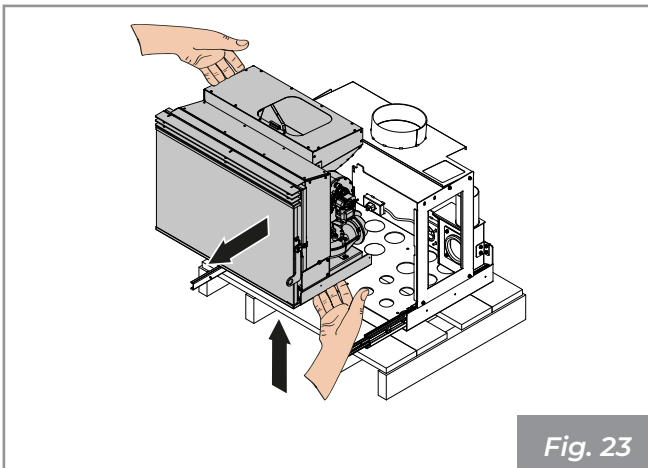

Fig. 23
- Sollevare la macchina e toglierla dalle guide (**Fig. 23**);